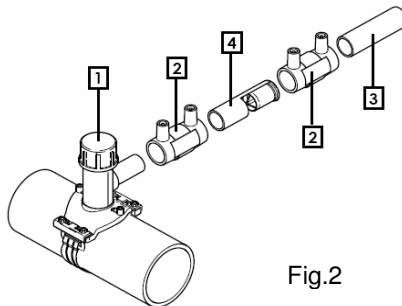

Fig.2
1. **Collegare l'Adattatore di tubo [4] alla linea di servizio (Fig.2) CONTROLLARE LA DIREZIONE DEL FLUSSO DI GAS SULL'ETICHETTA**